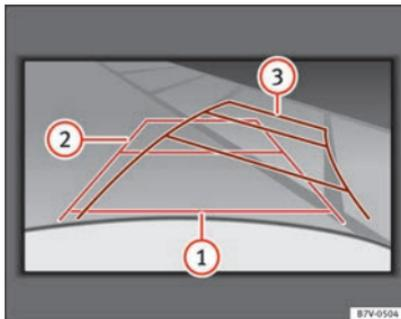

Abb. 150 Im Bildschirm: Orientierungslinien des Parkraums hinter dem Fahrzeug.
Bedeutung der auf den Bildschirm projizierten Orientierungslinien → Abb. 150. Alle Längenangaben der Orientierungslinien beziehen sich auf ein Fahrzeug, das auf einer waagerechten Fläche steht.
- Langsam rückwärtsfahren und dabei so lenken, dass die gelben Orientierungslinien in die Parklücke führen → Abb. 150 ③.